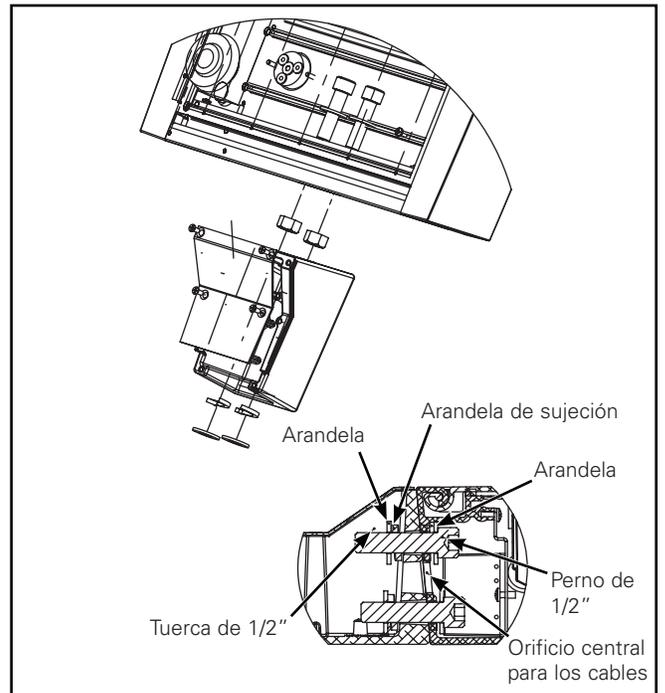

Figura 8.
3. Monte el brazo del lado del alojamiento sobre la parte posterior del cuerpo de la luminaria con los pernos de 1/2" x 1-3/4", las arandelas y las tuercas. Ajuste los pernos con un torque de 40 pies-lbs. (55 Nm). Los pernos se introducen desde el interior del cuerpo de la luminaria. Jale de los cables para sacarlos por el orificio central en dirección al brazo del lado del alojamiento. (Figura 8.)